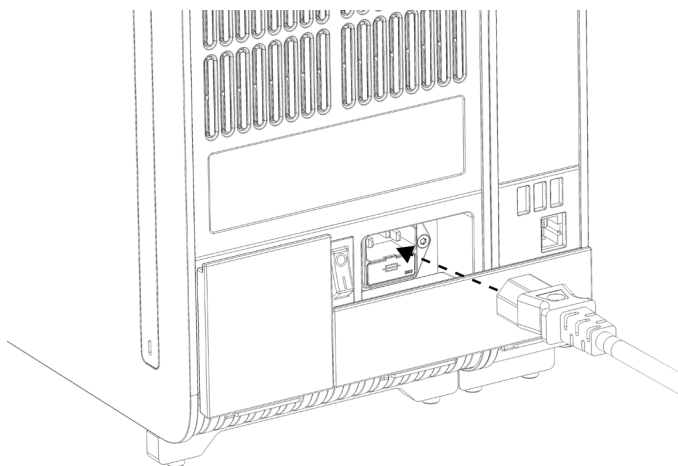

図 10. 電源コードを接続。
7. QIAstat-Dx Analyzer 1.0 に同梱の電源コードを分析モジュールの背面に接続します (図 10)。